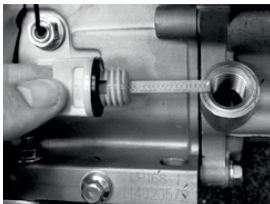

Рис. 16
2. Выкрутите пробку маслозаливной горловины (Рис. 16)